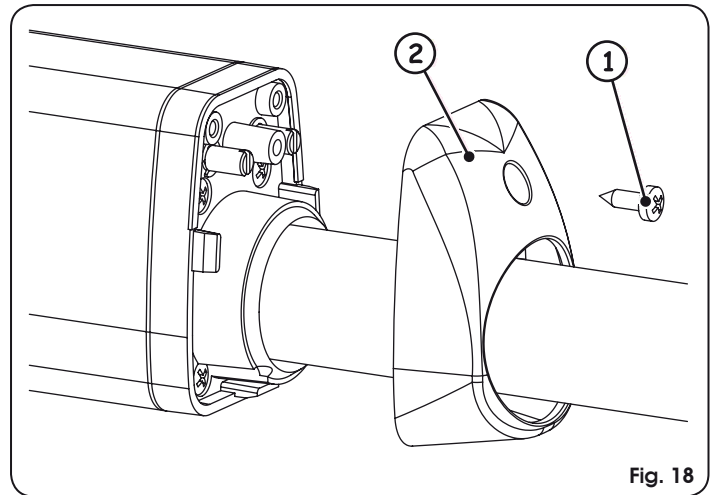

Fig. 18
- Die obere Befestigungsschraube lösen, Abb. 18 Bez. ①, und den Deckel entfernen, Abb. 18 Bez. ②.
- Den Deckel erneut positionieren, Abb. 18 Bez. ②, und die Befestigungsschraube festziehen, Abb. 18 Bez. ①.